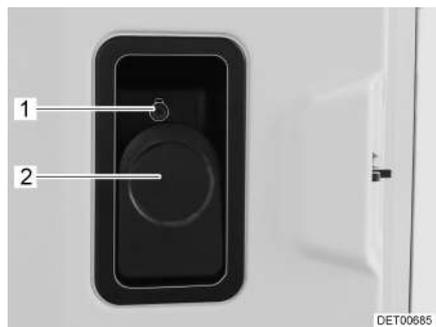

Fig. 7 Cerradura de la puerta de entrada, en el interior, bloqueada
*Abrir:* ■ Tirar de la palanca (Fig. 7,2).
*Bloquear:* ■ Hundir el botón de seguridad (Fig. 7,1).